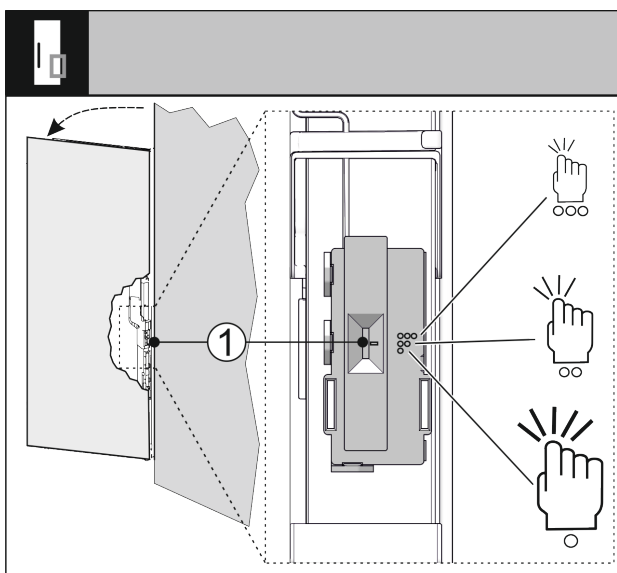

Fig. 71
Citlivosť snímača klopania môžete nastaviť pomocou spínača Fig. 71 (1). Spínač je na strane závesu v spodnej tretine dverí.
- Posuňte spínač Fig. 71 (1) do požadovanej polohy spínača.